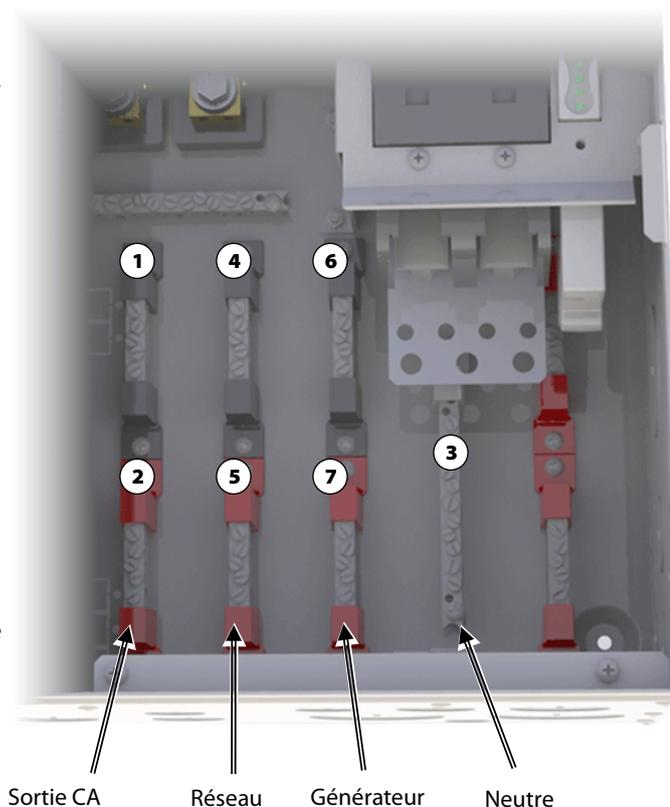

Figure 31 Barrette à bornes CA (phase auxiliaire)
Si le GSLC n'est pas équipé d'un ensemble de dérivation, les connexions de câblage doivent être effectuées directement à chaque TBB depuis l'onduleur Radian, les sources CA et les charges. Ces connexions sont désignées à la Figure 31.
1. Désignez le disjoncteur CA supérieur comme interrupteur de sortie CA de l'onduleur. Installez un câble entre la TBB noire de sortie CA (comme indiqué à la Figure 31) et l'interrupteur comme indiqué par ①.
2. Installez un câble entre la TBB rouge de sortie CA et l'interrupteur comme indiqué par ②.
3. Installez des câbles sur le côté gauche de l'interrupteur comme indiqué par ③ et ④. Connectez ces câbles aux bornes de sortie L1 et L2 appropriées sur l'onduleur Radian.
4. Désignez le troisième disjoncteur CA en partant du haut comme interrupteur pour une source CA (**GRID** ou **GEN**). Installez un câble entre la TBB noire du circuit source (comme indiqué à la Figure 31) et l'interrupteur comme indiqué par ⑤.
5. Installez un câble entre la TBB rouge du circuit source et l'interrupteur comme indiqué par ⑥.
6. Installez des câbles sur le côté droit de l'interrupteur comme indiqué par ⑦ et ⑧. Connectez ces câbles aux bornes d'entrée L1 et L2 appropriées sur l'onduleur Radian (bornes marquées **GRID** ou **GEN**).
8. Installez un câble sur la borne **NEU** de l'onduleur et connectez-le à la TBB neutre du GSLC (comme illustré à la Figure 31). *Une seule connexion neutre est nécessaire.*